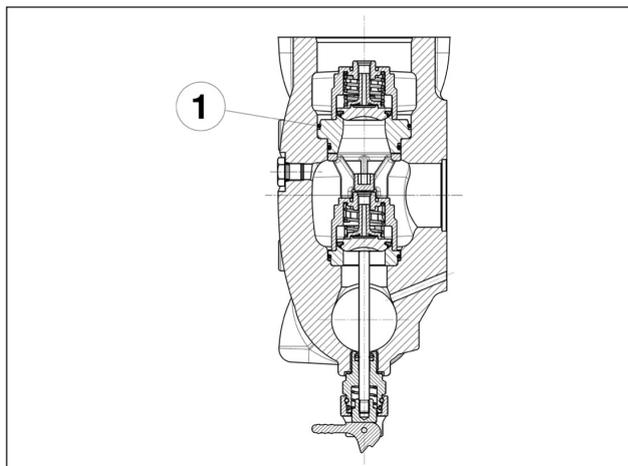

Fig. 128
**Introducir con atención la junta tórica indicada en la pos. ①, Fig. 128.**